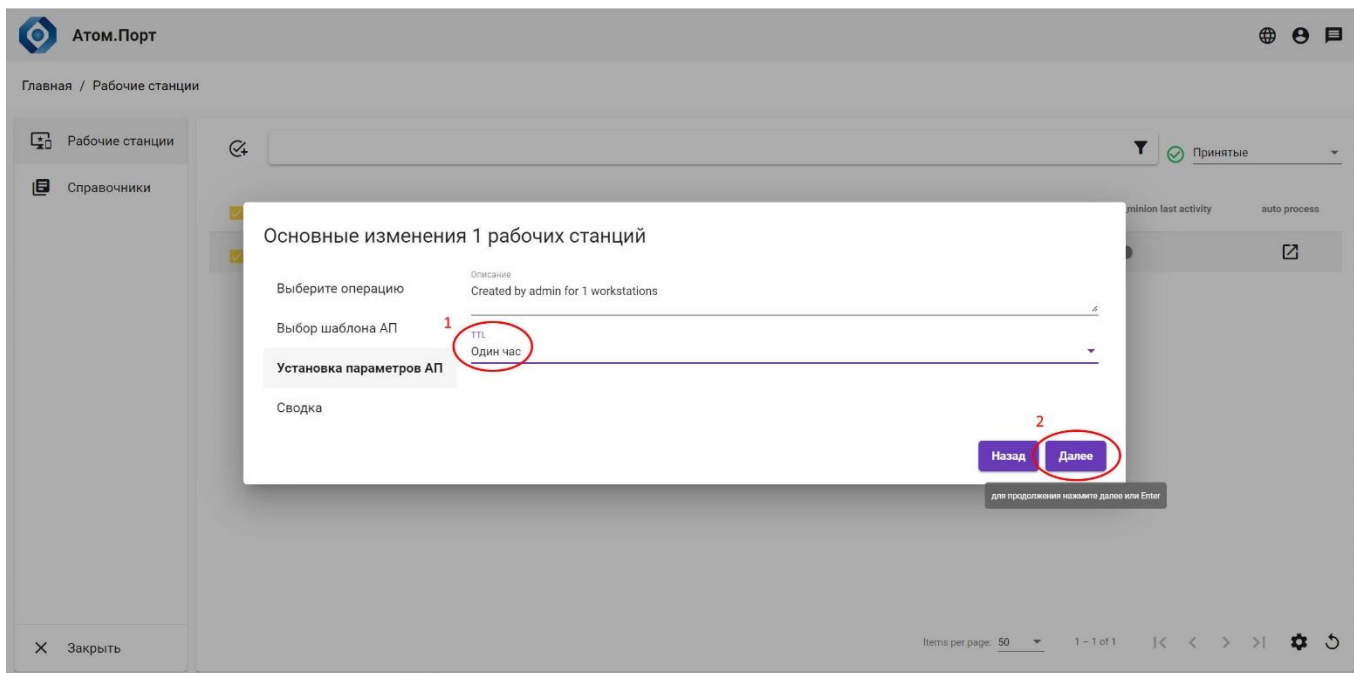

Рисунок 29 – Установка параметров автопроцесса
4. Установить максимально допустимую продолжительность автопроцесса (Рисунок 29, поз. 1) и нажать кнопку «Далее» (Рисунок 29, поз. 2):